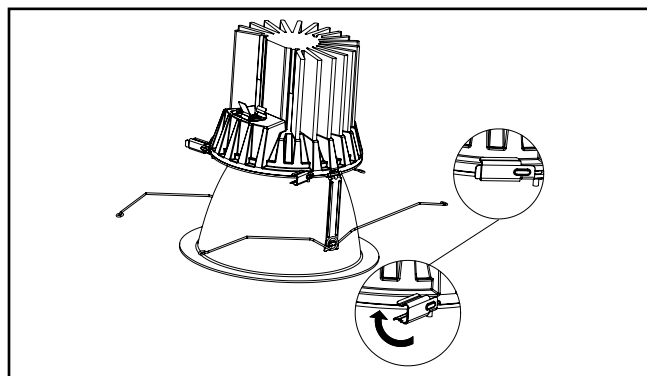

Figure 6.
6. Tournez les attaches latérales (3) en place pour fixer l'assemblage de la garniture au moteur lumineux à DEL en toute sécurité (Figure 6)